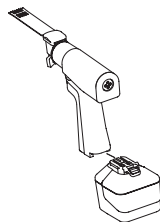

Figura 3 Instalación del paquete de baterías
1. Deslice firmemente un paquete de baterías totalmente cargado en el interior de la pieza de mano hasta que el cierre de la batería encaje con un chasquido, lo que indica que la batería está bien colocada (véase la figura 3).